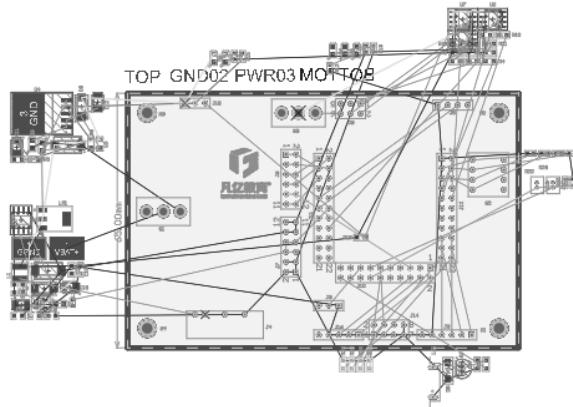

图 14-15 功能模块的分块
(2) 通过交互式布局和“在矩形区域排列”命令，把元件按照原理图页分块放置，并将其放置到对应大元件或对应功能模块的附近，如图 14-15 所示。